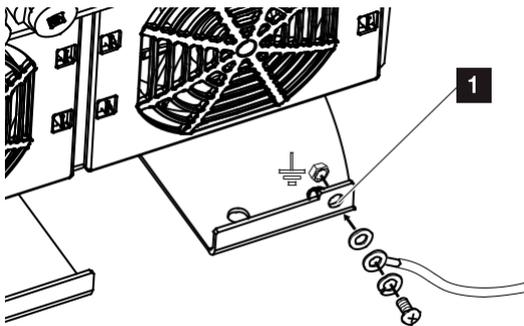

Fig. 23: Conexión PE específica del país exterior
11. En países en los que se prescribe una segunda conexión PE, esta debe conectarse en el punto marcado de la carcasa (exterior).  Fig. 23, pos.1